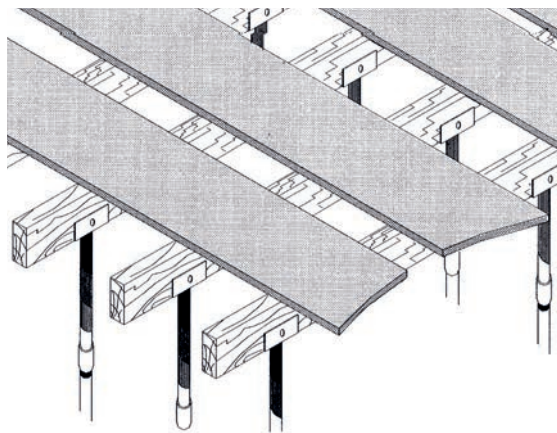

Fig. 1 : Pose et mise à niveau des planches ou bastaings
- planches ou bastinges, cloués provisoirement sur les poutrelles primaires (fig. 1),